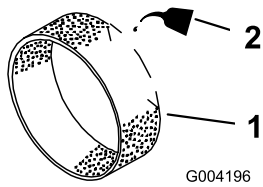

图44
3. 在预滤器上倒入 29.6ml 或 59.2ml 机油图44。